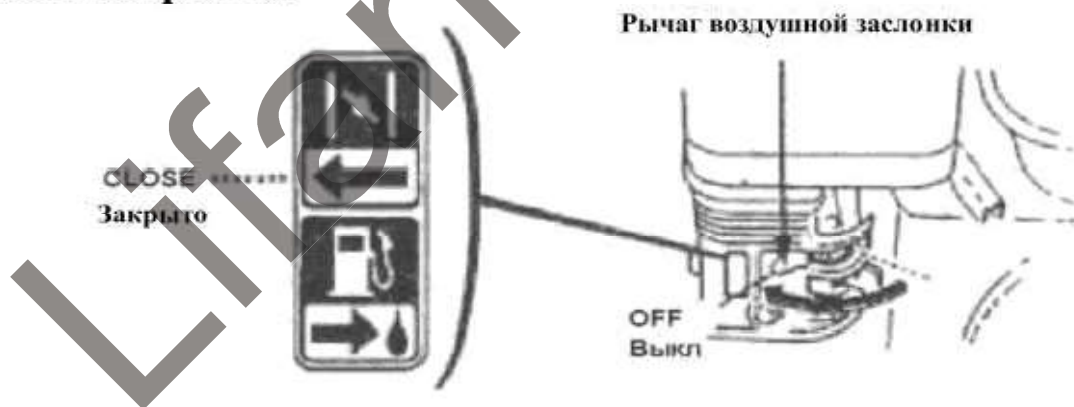

Рис.14
2. Закройте воздушную заслонку (установите рычаг в положение «CLOSE» - «Закрото»). (Рис.14).